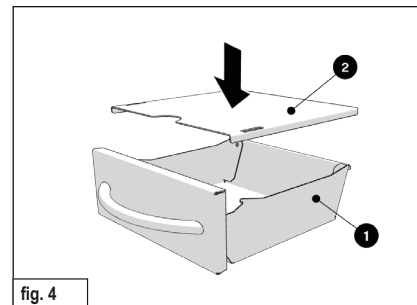

fig. 4
- ▶ Posizionare il coperchio (2) sul contenitore della cenere (1) (fig. 4).